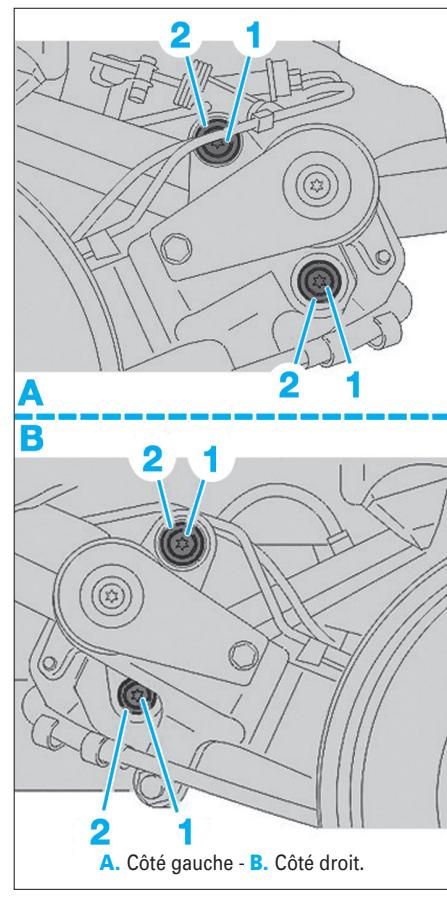

Fig. 43
- les vis (1) (Fig.43),
- les rondelles butées (2).